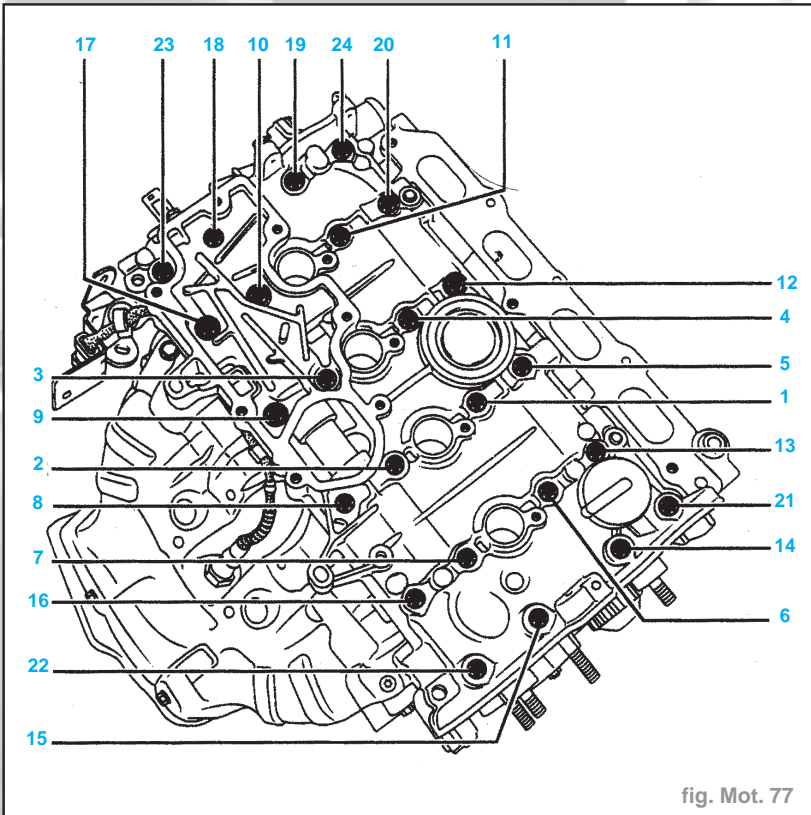

fig. Mot. 77
- Reposer le couvre-culasse en le serrant au couple (fig. Mot. 77).